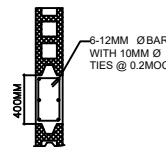
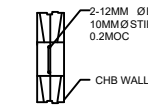

FIG. 9. TYPICAL DETAIL OF POST
FIG. 10. TYPICAL DETAIL OF BEAM BLOCK
- D. PROVIDE BEAMS BLOCKS AT EVERY 10TH LAYER OF CHB AND A POST AT EVERY 3.0M. SEE FIGURE 9 AND FIGURE 10.